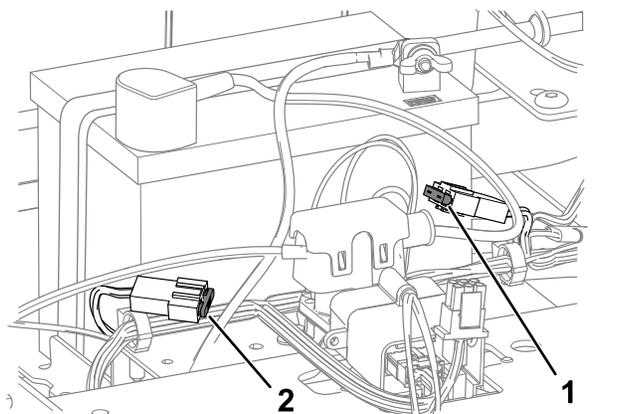

Рисунок 49
- Чтобы заменить предохранитель, вытяните его из разъема (Рисунок 49).